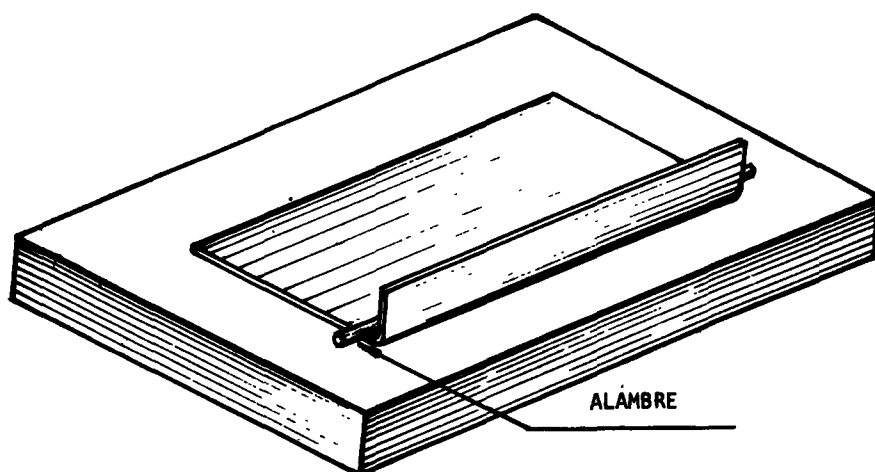

Fig. 1
- b Ubique un alambre en el ángulo interior de la pestaña.(fig. 1).